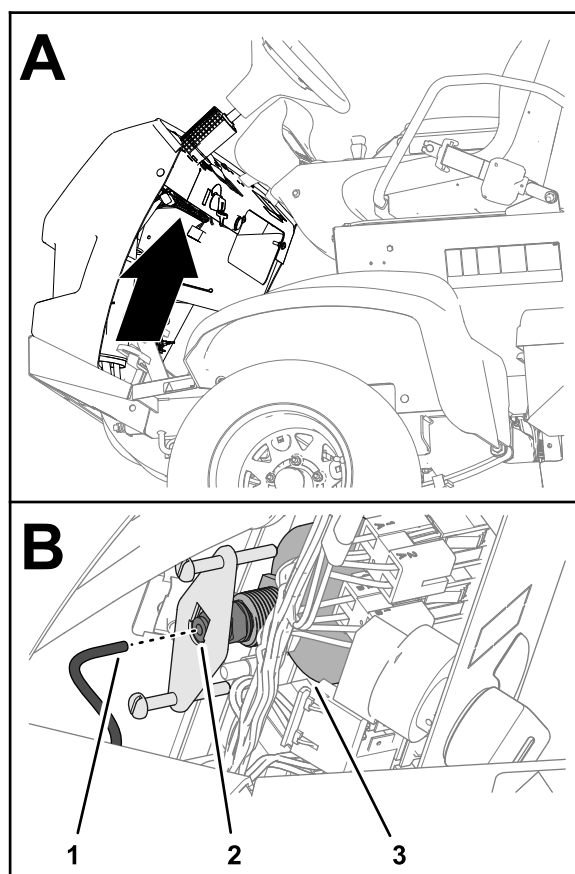

Figura 117
- Îndepărtați tubul din partea din spate a manometrului și așezați capătul tubului într-un recipient (Figura 117).